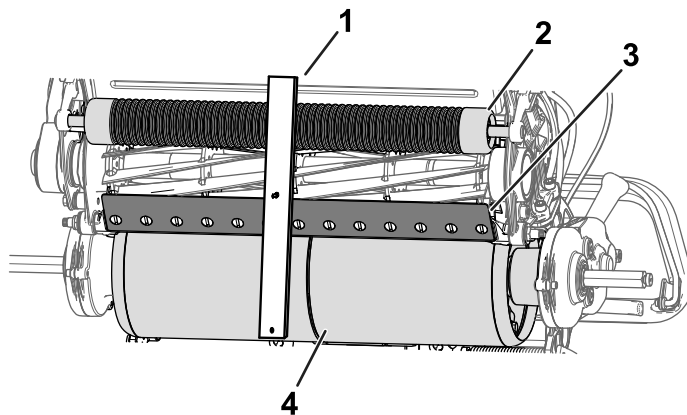

図 13
2. 刈高ゲージのねじの頭を下刃の先端に引っかけ、バーの後端を走行ドラムに当てがう **図 13**。